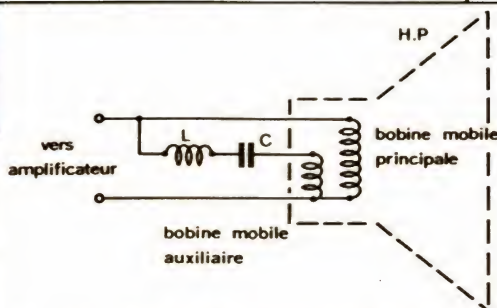

Fig. 13. — Principe de correction-shunt de l'effet nuisible, sur le rendement, de l'augmentation de l'impédance au voisinage de la résonance principale.
- un produit  $B\ell$  aussi important que possible au-dessus de la fréquence de résonance ( $f_R$ ), car la force contre-électromotrice proportionnelle à  $B\ell$  diminue le rendement au voisinage de  $f_R$ , à moins d'user d'un artifice préconisé par M. Watkins, selon le schéma de la figure 13, où  $L$  et  $C$  sont des éléments réactifs extérieurs dont la résonance avec la bobine auxiliaire coïncide avec la résonance mécanique du haut-parleur.